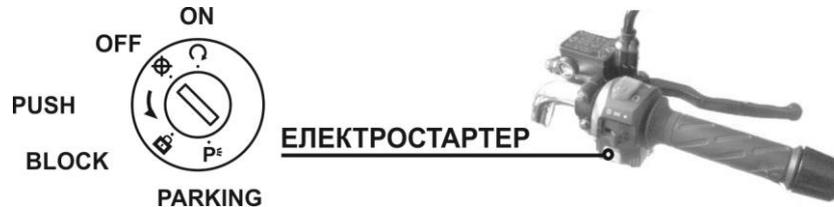

Рис. 4.1. Замок запалювання
3. При повністю закритій дросельній заслінці натиснути клавішу запуску двигуна електростартером (див. рис. 4.1.) і утримувати її в натиснутому стані до запуску двигуна, але не більше 5 секунд. Якщо запуск двигуна не відбувся, почекати 10 секунд і знову натиснути клавішу запуску. Якщо двигун на холостому ходу працює не стабільно, після запуску злегка відкрийте дросельну заслінку.
Для того, щоб заглушити двигун, переведіть кнопку ввімкнення у положення «» і поверніть ключ запалювання в крайнє ліве положення (див. рис. 4.1.).
Для того, щоб мотоцикл знаходився у режимі стоянки спочатку поверніть кермо у крайнє ліве положення, а потім ключ запалювання у положення «**BLOCK**» – блокування керма. Коли залишаєте мотоцикл на стоянці переводьте ключ у крайнє праве положення «**PARKING**» – стоянка. (див. рис. 4.1.).
Після зупинки мотоцикла необхідно заглушити двигун і встановити мотоцикл на одну з відкидних підніжок – або бічну, або центральну. Не рекомендується залишати мотоцикл притуленим до стіни, стовбуру дерева або до будь-якої іншої опори, тому що при цьому не виключається можливість його самовільного переміщення або падіння. Важіль перемикачів передач повинен бути переведений у нейтральну позицію, кермо повернуте до упору вліво, запалювання повинно бути вимкнено, ключ запалювання переведений у крайнє ліве положення (див. рис. 4.1.). Ключ витягнути.